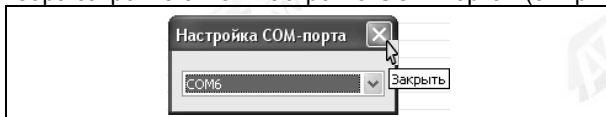

Рисунок E.4
- после выбора закройте окно «Настройка COM-порта» (см. рисунок E.4).